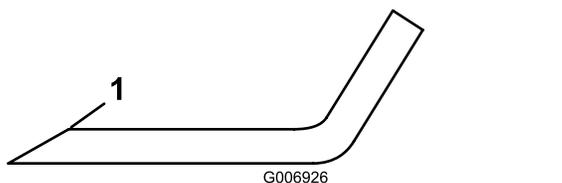

Figura 16
3. Controllate i taglienti di tutte le lame, e affilateli se fossero ottusi o scheggiati. Affilate soltanto la parte superiore del tagliente e mantenete l'angolo di taglio originale per garantire l'affilatura (Figura 16). La lama rimane bilanciata soltanto se viene rimossa una quantità uguale di metallo da entrambi i taglienti.